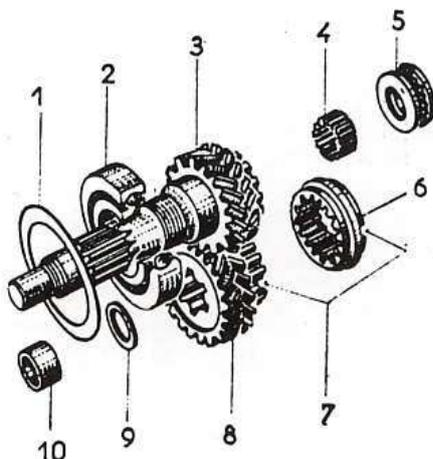

Fig. 53. — Détail du couple de transmission
Après mise en place des 26 aiguilles et du chemin (5), de la butée à billes, dans le pignon de transmission (3) (fig. 53), opérer comme suit :
• Placer le crabot de 4° (6) sur la roue de transmission (8), en faisant coïncider les encoches (7).